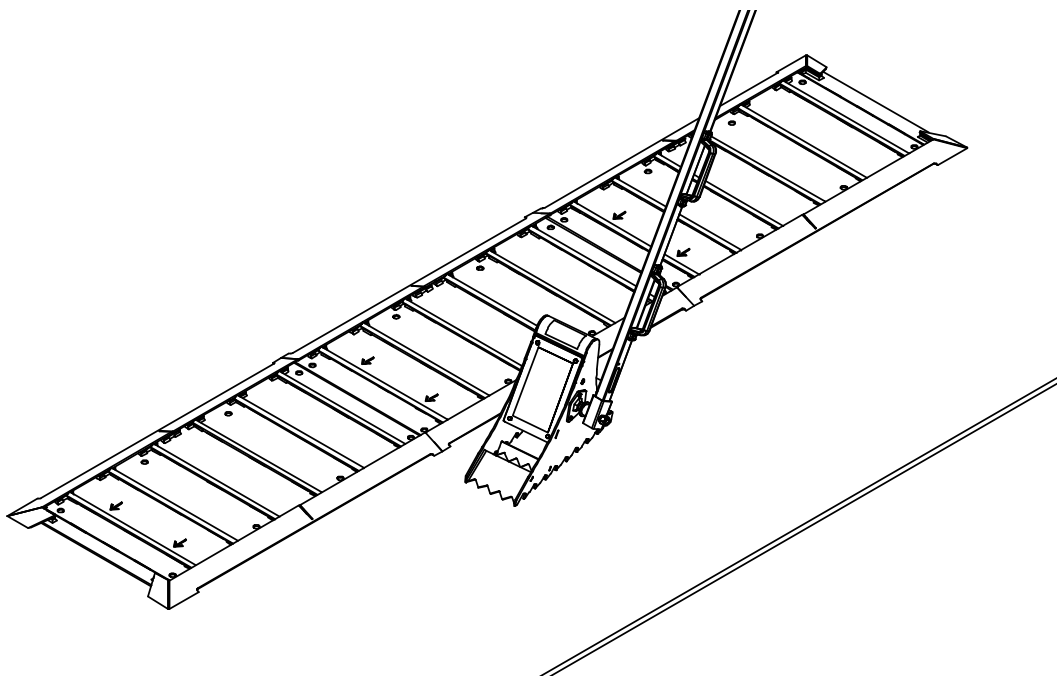

Figura 51
Siempre que se realice el mantenimiento bajo la plataforma del nivelador de muelle, sostenga la plataforma con el apoyo de mantenimiento (C). Coloque el apoyo de mantenimiento detrás de la placa de cabezal delantero (D) mientras se mantiene alejado del labio. El labio se plegará hacia abajo si la plataforma descansa en el apoyo de mantenimiento. Bloquee el apoyo de mantenimiento en la posición de servicio (vertical) con un dispositivo de bloqueo aprobado por OSHA* (A) y un dispositivo de etiquetado* (B). Consulte las **Figura 51 y Figura 52**.
3. Pruebe la retracción con la calza en el suelo junto la segunda placa de retención. Revise que el brazo se retraiga hacia la pared en 5 segundos o menos. Siga ajustando la tensión del resorte con el tensor si es necesario. Consulte la **Figura 51 en la página 44**.